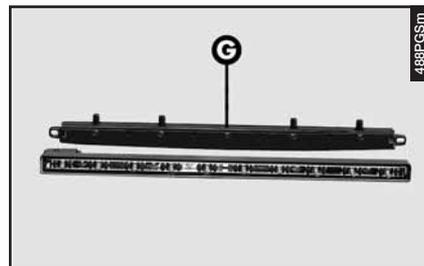

fig. 67
– Rimuovere il trasparente (G-fig. 67) e sostituire la lampada interessata.